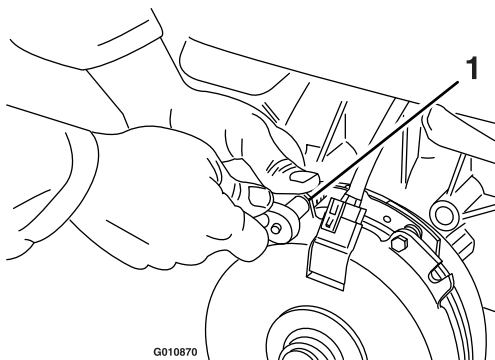

Figura 82
- A. Allentate entrambi i bulloni di montaggio del freno da 1/2 giro a un giro completo, come illustrato nella Figura 82.